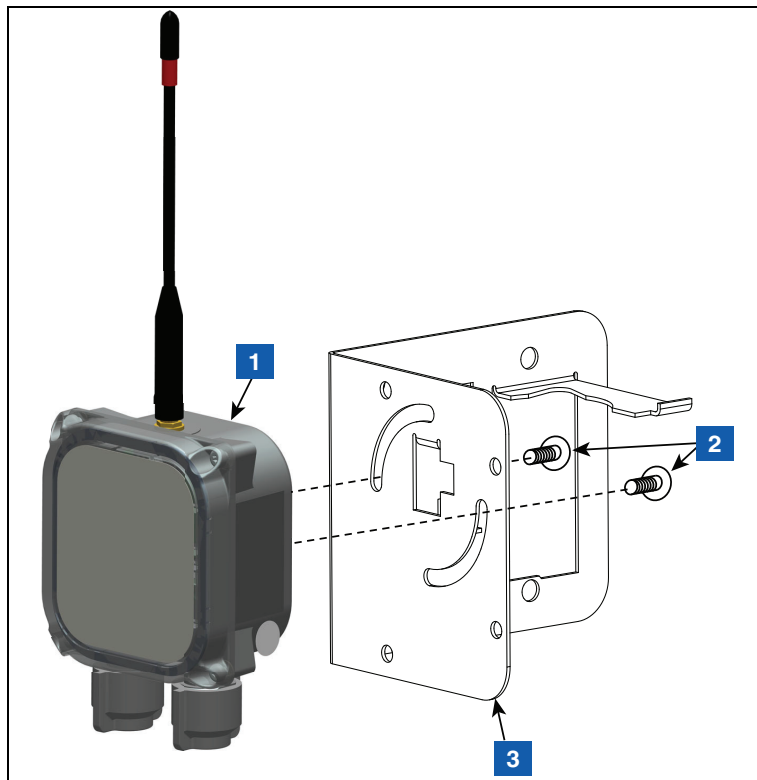

Abbildung 15. Sender an 332295-001 Halterung befestigen
3. Sender wie in Abbildung 15 gezeigt an Halterung befestigen.
LEGENDE FÜR DIE ZAHLENFELDER ABBILDUNG 15